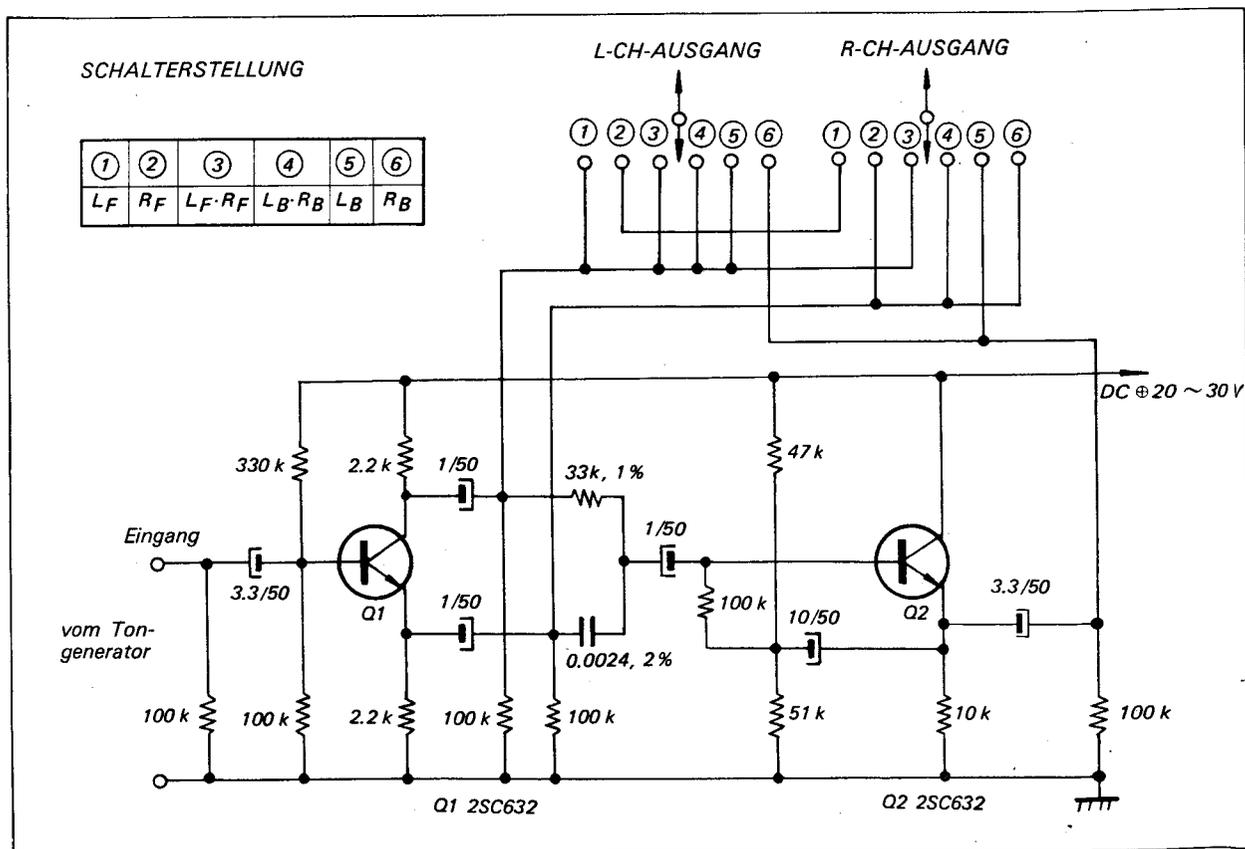

Fig. 3-1. Stromlaufplan des Signalwahlschalters
in jedem Service Center verfügbar ist. Die andere Möglichkeit besteht darin, einen genauen Tongenerator und den in Fig. 3-1 gezeigten Signalwahlschalter zu verwenden. Um mit der zweiten Methode genaue Ergebnisse zu erzielen, muß die Generatorfrequenz auf $2\text{ KHz} \pm 1\%$ gestellt werden, ferner müssen da, wo im Stromlaufplan bezeichnet, Präzisionsbauteile verwendet werden.
1. SQ CHECKER Modell 0005 (SONY) oder Tongenerator und Signalwahlschalter. (Siehe Fig. 3-1.)